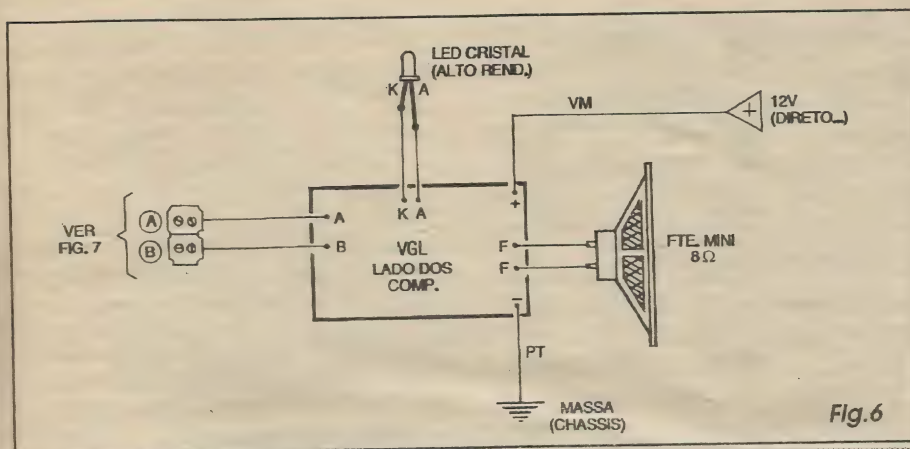

Fig. 6
- **FIG. 6 - CONEXÕES EXTERNAS À PLACA** - Vemos a plaquinha ainda pela sua face não cobreada, enfatizando-se as ligações *do impresso para fora*... Embora fáceis, tais conexões exigem também atenção e cuidado, nas suas identificações, polaridades, etc. O LED deve ter seus terminais de **anodo (A)** e **catodo (K)** ligados respectivamente aos pontos **A** e **K** do impresso, através de um par de fios finos